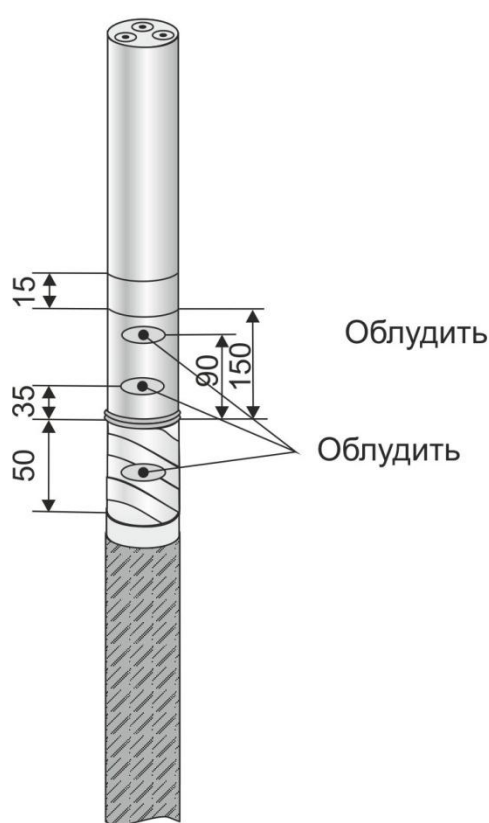

Рис.1
1. Распрямить кабель на длине 1000-1500мм. Поверх защитного джутового покрова наложить бандаж из липкой ленты ПВХ на расстоянии, определяемом по месту присоединения, но не менее 560мм. Кабельную пряжу размотать от конца кабеля до бандажа и удалить. На расстоянии 50мм от среза джутового покрова на бронеленты кабеля наложить бандаж из 3-5 витков стальной оцинкованной проволоки (Рис.1). Броню кабеля надрезать по кромке бандажа бронерезкой или ножовкой с ограничителем, после чего броня и подушка под ней разматываются и удаляются. Для удаления сульфатной бумаги и битумного состава с оболочки кабеля допускается прогрев их беглым пламенем газовой горелки. Оболочка кабеля очищается салфеткой, смоченной в бензине или ацетоне.